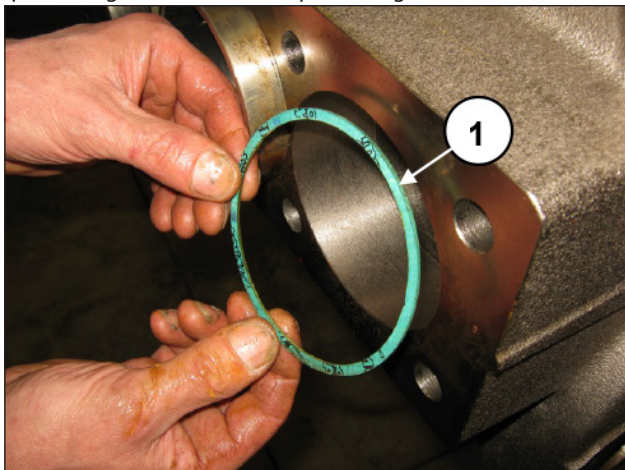
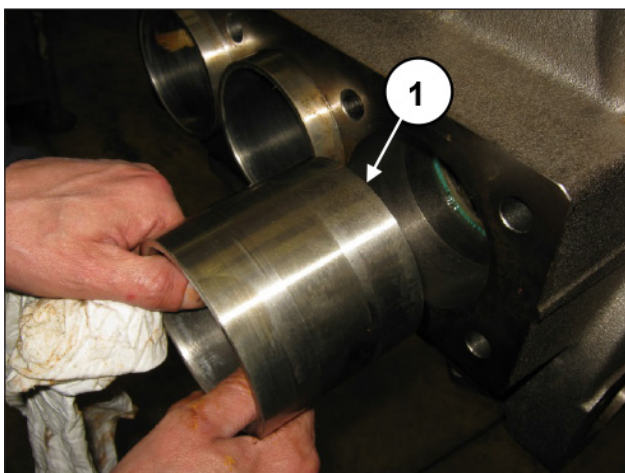

Fig. 135
Fig. 136
(pos. ①, Fig. 135) ed i cilindri (pos. ①, Fig. 136).